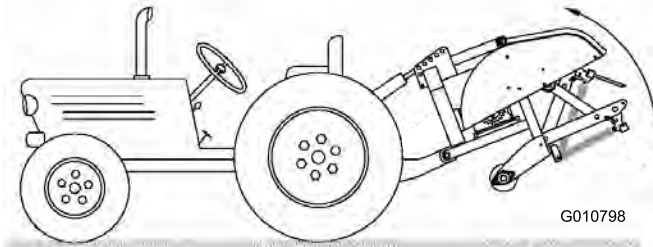

Figura 9
2. Eleve el aireador completamente y retraiga totalmente el cilindro del brazo superior o del brazo de enganche superior (Figura 9).